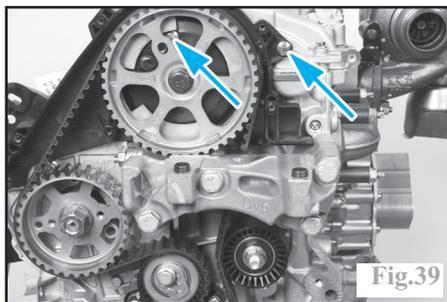

Fig.39
- les deux vis de fixations du carter de distribution (Fig.39).